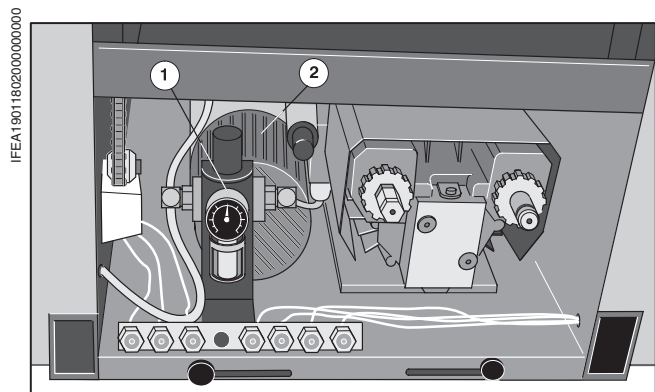

Рис. 5
Доступ к регулятору фильтра (Рис. 5/①) и пневматическому компрессору (Рис. 5/①) открывается после удаления защитного ограждения под само-накладом.